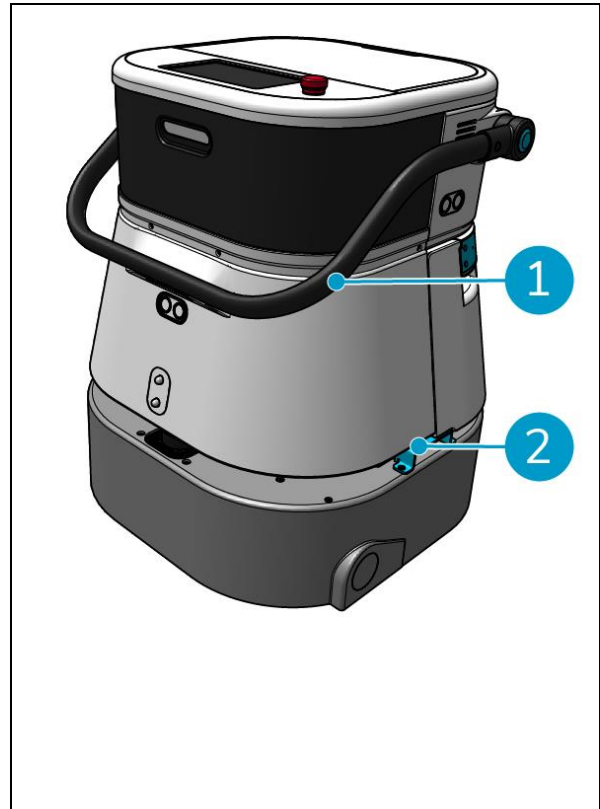

Figura 9
2. Spostare il cobote 45 a destinazione utilizzando l'impugnatura (Figura 9, pos. 1) o la maniglia di trasporto su entrambi i lati. (Figura 9, pos. 2).
2. Trasportare il co-botone 45 a destinazione, utilizzando la maniglia di trasporto su entrambi i lati (Figura 9, pos. 2).
2. Sollevare il co-botic 45 nel veicolo utilizzando le maniglie di trasporto (Figura 9, pos. 2).